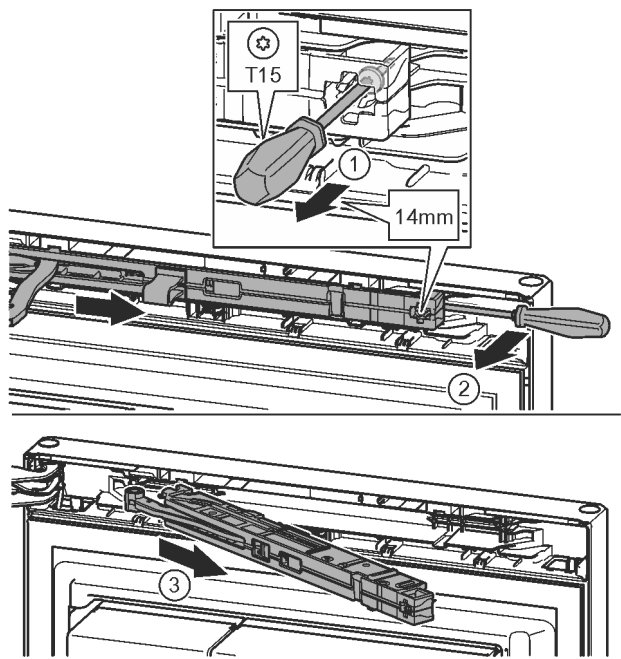

Fig. 12
- Suelte el tornillo en la unidad de amortiguador de cierre aprox. 14 mm con el destornillador T15. Fig. 12 (1)
- Desplácelo con un destornillador por el lado del tirador detrás de la unidad de amortiguador de cierre y gírelo hacia delante. Fig. 12 (2)
- Extraiga la unidad de amortiguador de cierre. Fig. 12 (3)